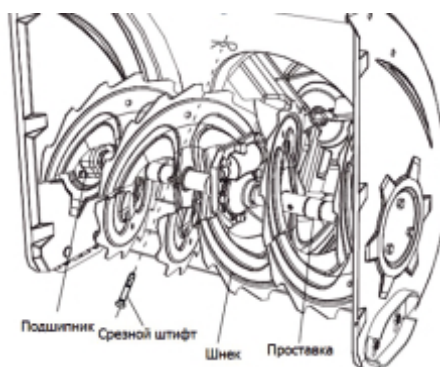

Рис.34
- Шнек крепится к спиральному валу двумя срезными штифтами и шплинтами. Если шнек будет бить по инородному предмету или льду, снегоочиститель сконструирован таким образом, что штифты могут срезаться. См. Рис. 34.